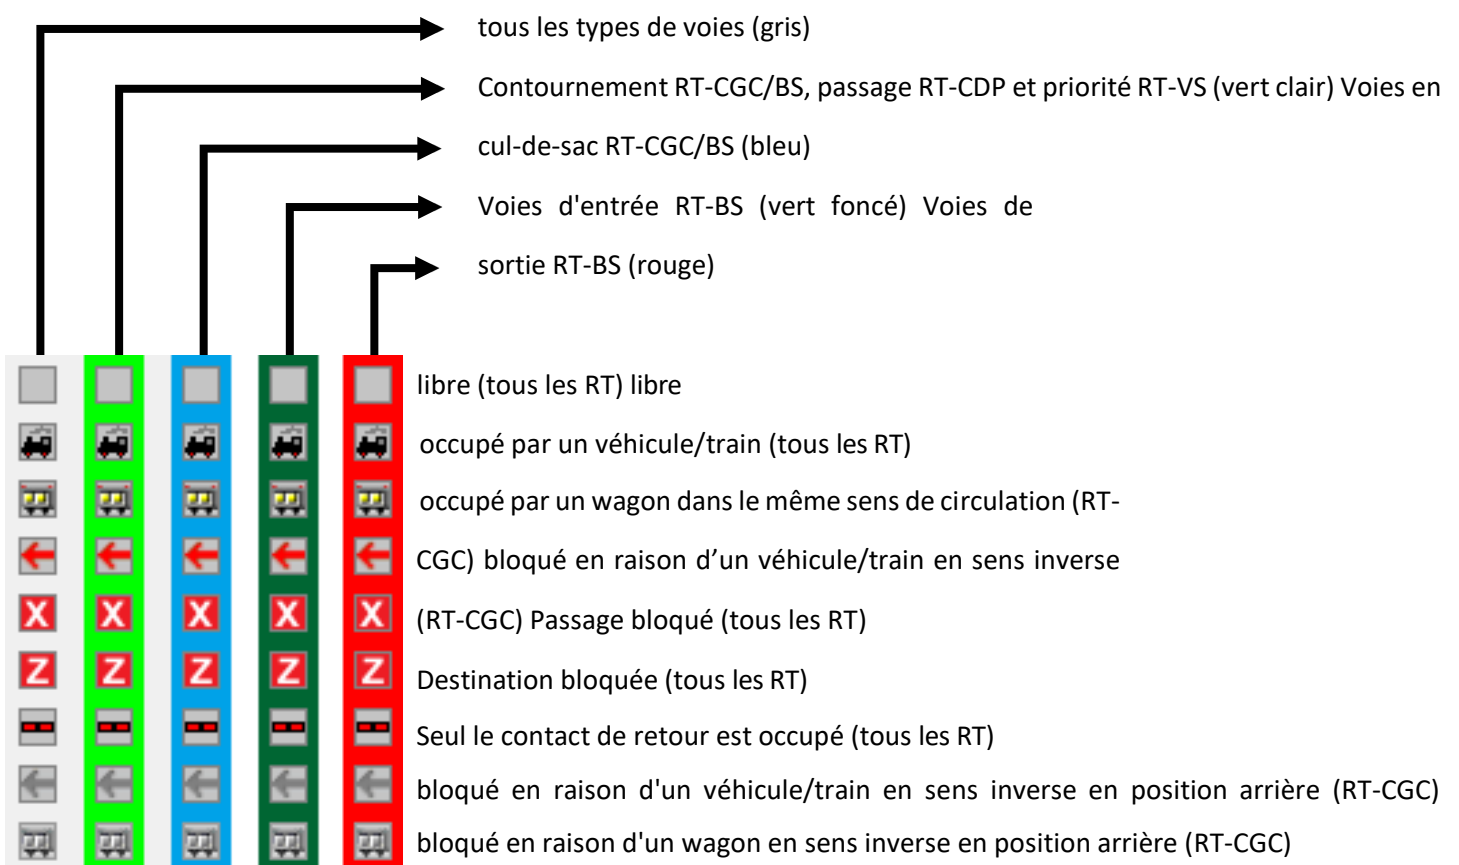

Fig. 15.1
- Dans l'affichage d'état étendu (colonnes 1 à 3), d'autres informations graphiques et chromatiques sur les ADV peuvent apparaître selon le type de RT (fig. 15.1) :